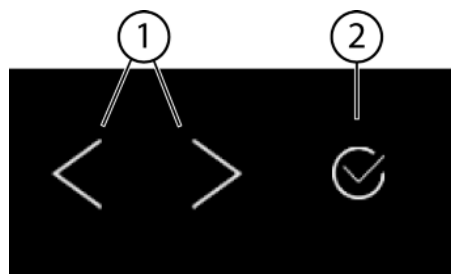
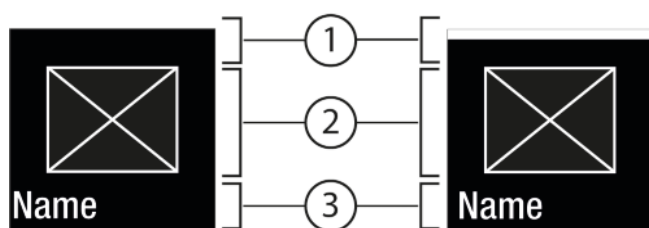
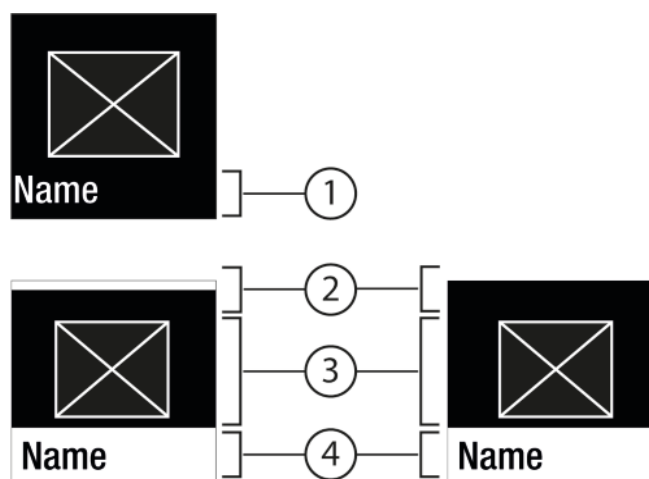

Fig. 6
Fig. 7
Fig. 8
(1) Navigační šipka doleva / (2) Potvrzení doprava
Navigační šipka doleva / doprava Fig. 6 (1):
Potvrzení Fig. 6 (2):
- Navigujte navigační šipkou doleva / doprava Fig. 6 (1).
- Pomocí Potvrzení Fig. 6 (2) funkci / nastavení aktivujte Fig. 7 (1) / deaktivujte Fig. 7 (1).
- Pomocí Potvrzení Fig. 6 (2) vyvolejte podmenu Fig. 8 (4).
- Nastavení nové hodnoty: Vyberte pomocí Potvrzení Fig. 6 (2) deaktivovanou hodnotu Fig. 7 (1).
- Zpět do menu: Vyberte pomocí Potvrzení Fig. 6 (2) již aktivovanou hodnotu Fig. 7 (2).
- ▶ Tiskněte navigační šipky Fig. 6 (1), dokud se nezobrazí .
- ▶ Stiskněte Potvrzení Fig. 6 (2).
- ▶ Tiskněte navigační šipky Fig. 6 (1), dokud se nezobrazí funkce.
- ▶ Zvolte navigačními šipkami Fig. 6 (1) hodnotu nastavení.
- ▶ Stiskněte Potvrzení *Fig. 6 (2)*.
- ▷ Stav: aktivováno *Fig. 7 (1)* se krátce zobrazí v podmenu *Fig. 8 (4)*.
- ▶ Tiskněte navigační šipky *Fig. 6 (1)*, dokud se nezobrazí nastavení .
- ▶ Tiskněte navigační šipky *Fig. 6 (1)*, dokud se nezobrazí požadované nastavení.
- ▶ Tiskněte Potvrzení *Fig. 6 (2)* 3 sekundy.